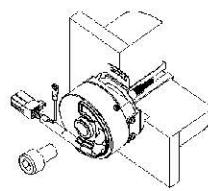

图 C-7
3. 将 M5x50 的紧固螺钉逆时针退出 2~3 圈，将 M6x100 的螺钉顺时针旋入锥轴的中心孔，顶 M5 螺钉直至锥轴与锥孔脱离，见图 C-7；